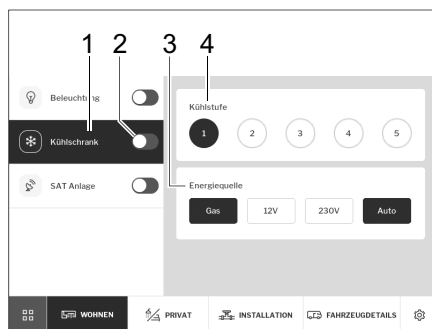

Fig. 271 Frigorifero
- Accendere o spegnere il frigorifero con l'interruttore a scorrimento (Fig. 271,2).
- Digitare il pulsante *Frigorifero* (Fig. 271,1).
Sul pannello di comando si possono impostare lo stadio di raffreddamento (Fig. 271,4) e la fonte di energia (Fig. 271,3).